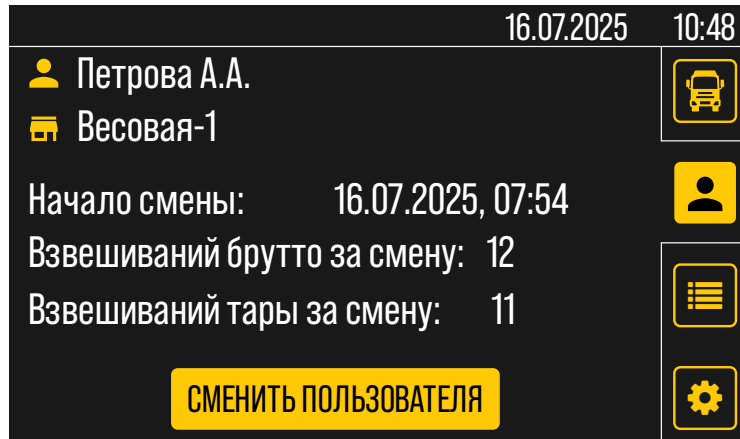

Рис.26. Экран с данными о пользователе дисплея
2. На экране с данными о текущем пользователе дисплея (**Рис.26**) нажмите «**Сменить пользователя**». На этом экране также указываются время начала смены и количество взвешиваний (каждого типа) за смену, которые соответственно обновляются и обнуляются при выборе нового оператора весовой.